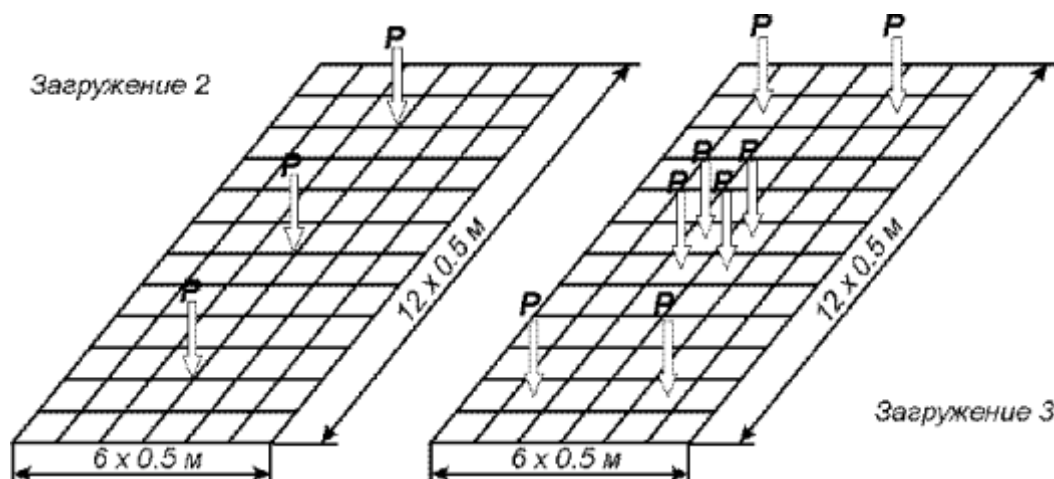

Рис.2.1. Расчетная схема плиты
- загрузка 2 – сосредоточенные нагрузки $P = 1\text{т}$, приложенные по схеме рис.2.1, загрузка 2;
- загрузка 3 – сосредоточенные нагрузки $P = 1\text{т}$, приложенные по схеме рис.2.1, загрузка 3.